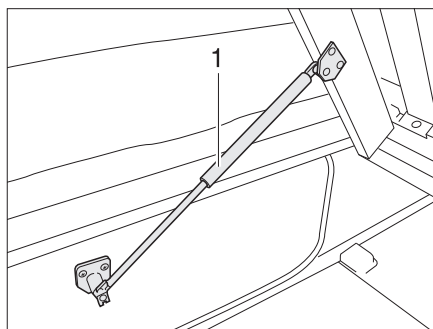

Fig. 59 Letto fisso
- Sollevare il telaio portamaterasso. Le molle a gas (Fig. 59,1) mantengono il telaio portamaterasso in posizione di apertura.